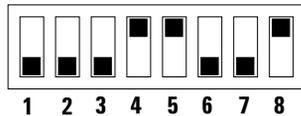

Figura 3 Módulo de los interruptores de configuración
- 1 Identificar el módulo de configuración del espectrofotómetro, ver la Figura 3. Para el funcionamiento bajo GPIB, la dirección predeterminada es 25, es decir, todos los interruptores están en posición hacia abajo, a excepción de los interruptores 4, 5 y 8 que están hacia arriba, resultando una configuración 00011001 (donde 0 significa hacia abajo y 1 hacia arriba). Dos instrumentos o accesorios no pueden compartir la misma dirección GPIB. Para configuraciones de interruptor alternas, consultar el Capítulo 6, “Comunicación, Conexiones y Configuración GPIB”.